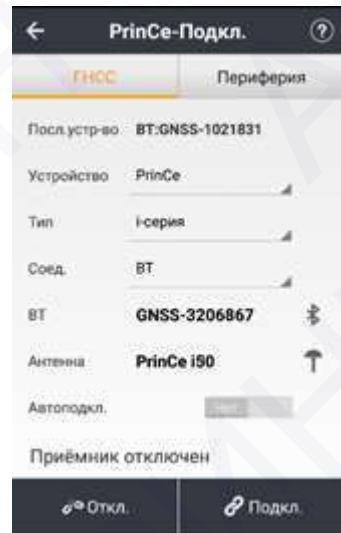

Рис. 3.1
2. Перейдите в меню **[Настройки] → [Подкл.]**. Выберите устройство: PrinCe, тип: i-серия, соединение: BT или WiFi, антенна PrinCe i30 (см. рис.3.1).